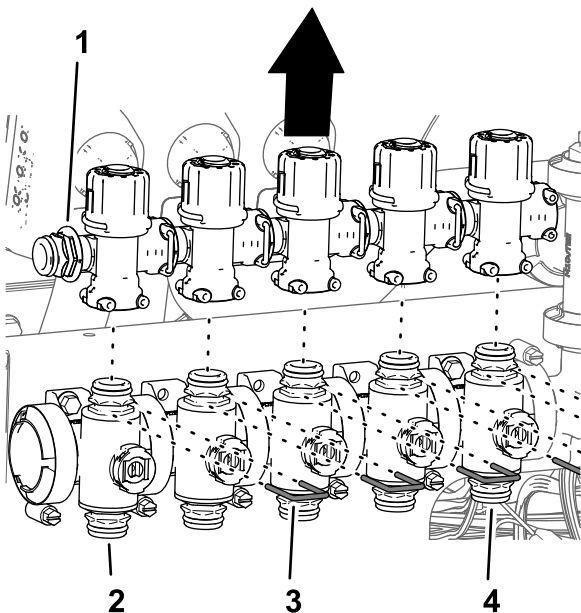

Рисунок 101
4. Снимите держатели, которые крепят перепускные клапаны к клапанам сопел с 1 по 7 (Рисунок 101).
5. Поднимите перепускные клапаны с клапанов сопел с 1 по 5 (Рисунок 101).